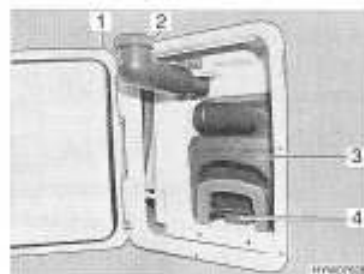

Fig. 190 Cassette Thetford
- Faire pivoter le bec de remplissage d'eau fraîche (Fig. 190,1) vers l'extérieur.
- Retirer le bouchon à vis (Fig. 190,2).